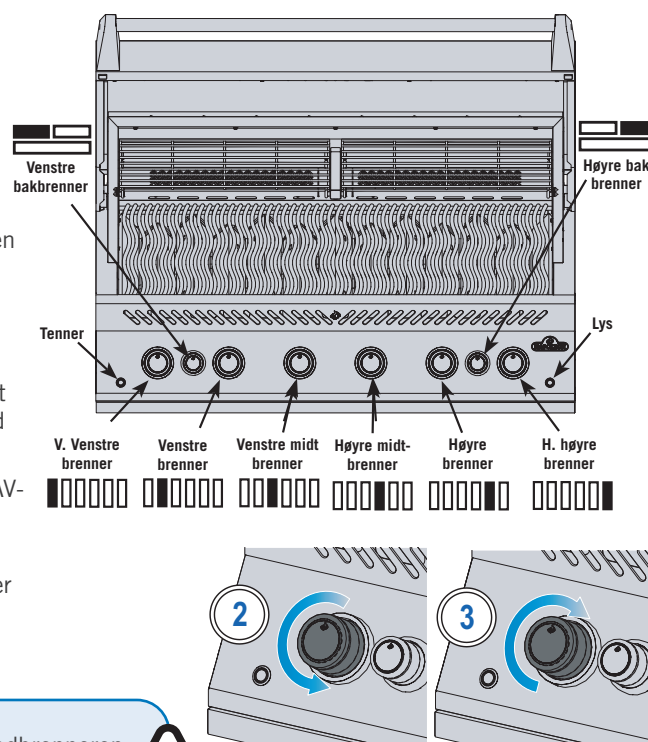

Fig. 1
4. Hvis piloten og brenneren ikke tennes på 5 sekunder - vri kontrollknappen med klokken til AV-posisjon. Vent i 5 minutter til gass forsvinner. Gjenta trinn 2 og 3, eller tenn med en fyrstikk. (Fig. 1).
5. Hvis brenneren ikke tennes - vri brennerkontrollknappen med klokken til AV-posisjon. Vent 5 minutter Gjenta trinn 3 og 4. (Fig. 1)